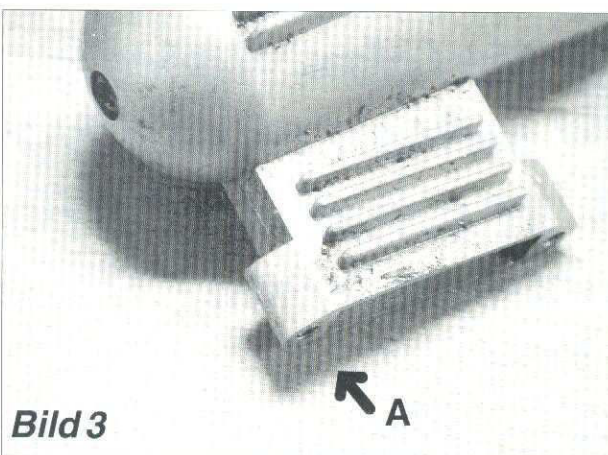

Bild 3
Bild 3 visar ljuddämparen. Den är dyrare än man tror att ersätta och ska förstås finnas. På vissa ljuddämpare finns det gängor vid (A). Kolla att de är hela.